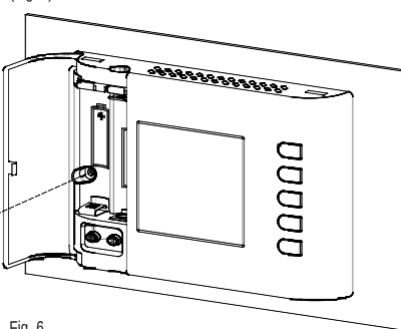

Fig. 6
- 5 Fissare il corpo del cronotermostato alla piastra a muro tramite la vite in dotazione che trova sede all'interno del vano portatile (Fig. 6).